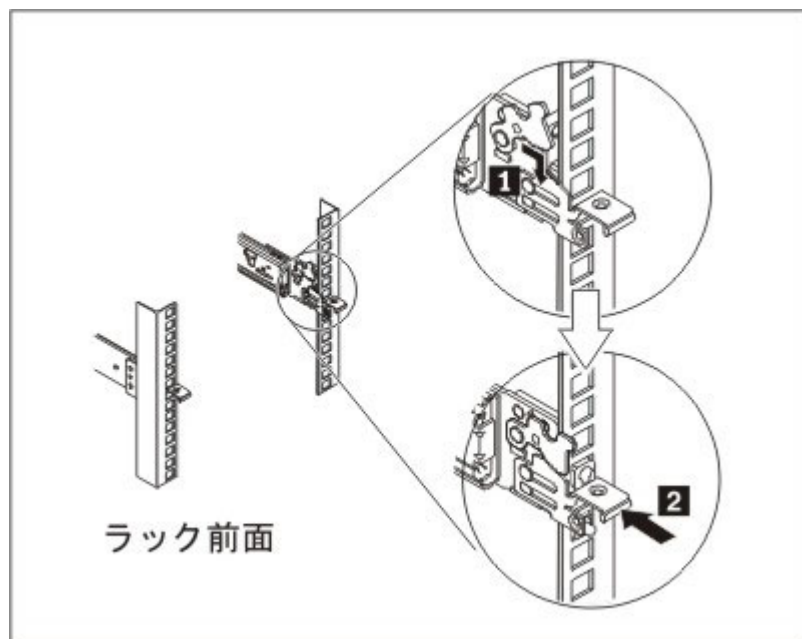

図 11. スライド・レールの前端の取り付け
3. 図 11 に示すように、スライド・レールの前端を取り付けます。